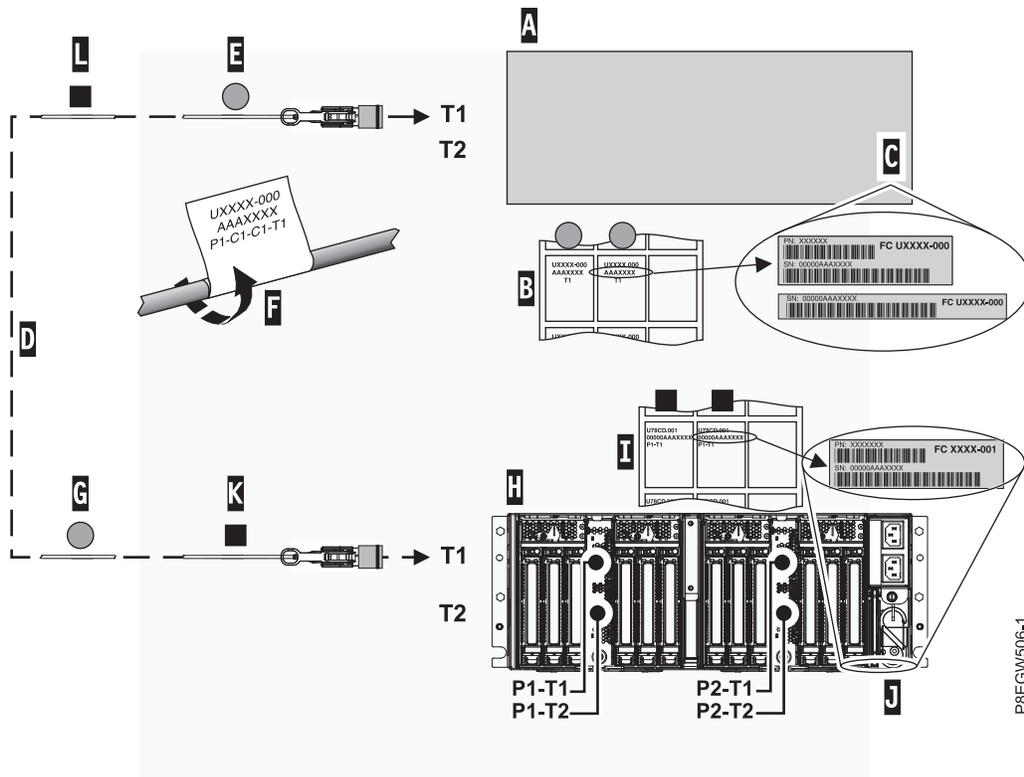

Figura 17. Etiquetado de un cable óptico activo
Nota: Mientras realiza estos pasos, consulte la Figura 17 en la página 23 como referencia.
- c. Compare el número de serie del sistema host (C) con el número de serie que aparece en la hoja de etiquetas del sistema host.
- e. Localice las etiquetas en la hoja de etiquetas del sistema host (B) que corresponden a la ubicación del adaptador de cable PCIe3 en el sistema host.
- f. Seleccione uno de los cables del cajón de expansión como cable superior (D) para conectarlo al puerto T1.
- g. Conecte la etiqueta Cx-T1 situada en el extremo de más a la izquierda del conector del cable (E). Consulte la Figura 17. Recorte la etiqueta con el extremo en blanco de forma que la información de ubicación (F) esté visible.
- h. Tome la segunda etiqueta Cx-T1 de la hoja de etiquetas del sistema host (B) y póngala en el extremo opuesto del cable que se conecta al cajón de expansión PCIe3 EMX0. Asegúrese de que la etiqueta se coloque a más de 100 mm (4 pulgadas) del extremos del cable (G). Consulte la Figura 17.
Nota: Mientras realiza estos pasos, consulte la Figura 17 como referencia.
- a. Localice el cajón de expansión PCIe3 EMX0 (H) que está conectando al sistema host.
- b. Localice la hoja de etiquetas de números de serie del cajón de expansión PCIe3 EMX0 (I).
- c. Compare el número de serie del cajón de expansión PCIe3 EMX0 (J) con el número de serie que aparece en la hoja de etiquetas del cajón de expansión PCIe3 EMX0 (I).
- f. Pegue la etiqueta Px-T1 situada en el extremo de más a la izquierda del conector del cable (**K**). Consulte la Figura 17 en la página 23. Recorte la etiqueta con el extremo en blanco de forma que la información de ubicación (**F**) esté visible.
- g. Tome la segunda etiqueta Px-T1 de la hoja de etiquetas del cajón de expansión y colóquela en el extremo opuesto del cable a más de 100 mm (4 pulgadas) del extremo del cable (**L**). Consulte la Figura 17 en la página 23.